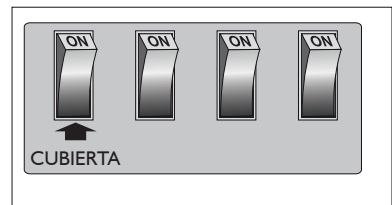

Figura 15
- No obstante, lo anterior, se debe mantener una distancia vertical mínima entre la cubierta y las paredes horizontales adyacentes ubicadas encima de ellas, lo mismo que una distancia horizontal mínima entre la cubierta y las paredes horizontales adyacentes ubicadas encima de ellas, lo mismo que una distancia horizontal mínima entre la cubierta y las paredes verticales adyacentes, de acuerdo con las medidas en la figura 15.